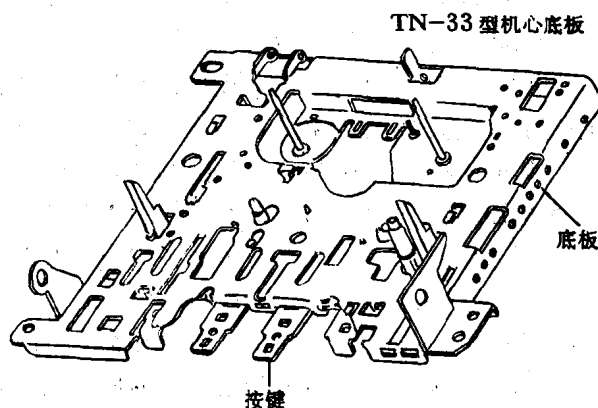

图 1-3
1. **全金属型底板** 是用金属板材或电镀锌钢带,通过模具在冲压设备上冲裁而成。图 1-3 是 TN-33 型机心底板图。它的钢度取决于底板的设计结构,各部位尺寸精度靠模具保证。一般说来,金属型底板,大多都在其四周不同程度地翻压成 90° 的弯边。这样,机心在与整机装配或